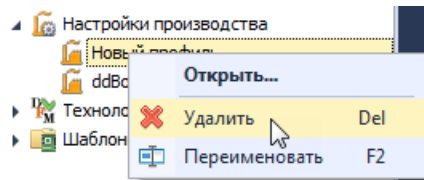

Рис. 124 Удаление шаблона производственных файлов
2. Вызовите контекстное меню и выберите пункт «Удалить» или воспользуйтесь заданной для данного действия горячей клавишей Delete, Рис. 124.